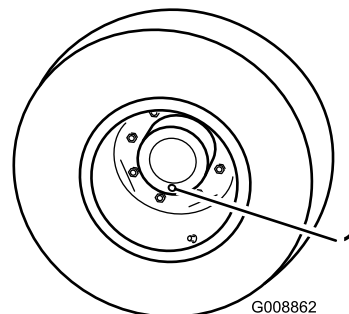

Figure 63
1. Placez la machine sur une surface plane et horizontale et tournez une roue de sorte que les bouchons de contrôle/vidange se trouvent à la position la plus basse (6 heures) (Figure 63).